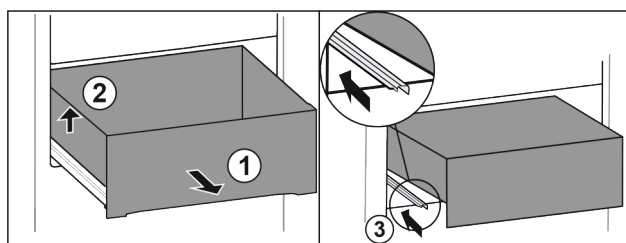

Fig. 14
- ▶ Вытяните выдвижной ящик полностью Fig. 14 (1).
- ▶ Приподнимите выдвижной ящик слева Fig. 14 (2).
- ▶ Вставьте левую направляющую Fig. 14 (3).